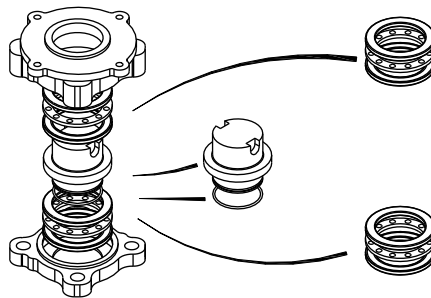
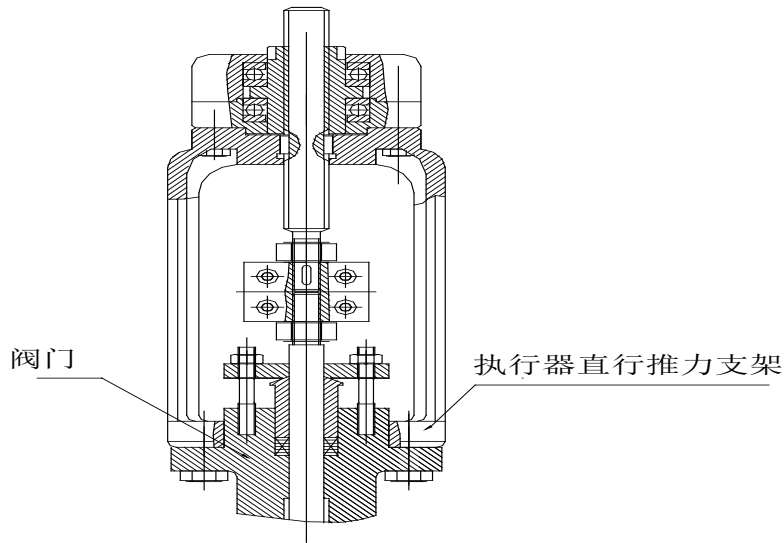

图 6-1 RQIII003~RQIII060、RQMIII03~RQMIII54 型执行机构与 A 型驱动套连接形式示意图
图 6-2 RQIII003~RQIII060、RQMIII03~RQMIII54 型执行机构丝杠与阀门连接形式示意图
RQIII 系列执行机构的基座有两种基本形式：**RQIII003~RQIII060** 采用分体式基座，**RQIII100~RQIII300** 采用一体式基座；RQMIII 系列全部采用分体式基座。两种基座与阀门的接口尺寸都采用 ISO5210 标准。执行机构与阀门的连接型式分为推力型和非推力型两种类型。推力型连接又分为 A 型连接、Z3 型连接和滚珠丝杠连接三种，非推力型分为 B、B1、B4 型连接三种。在 **RQIII003~RQIII060** 型号中，由于对推力型驱动部件的改进，已不再区分 A 型与 Z3 型，统称为 A 型，各种连接型式所用驱动套形状请见图 6-1、图 6-2、图 6-3。
1)将执行机构倒向一侧，卸下两个固定基座的螺钉，将带有轴承组件的驱动套卸下。取下驱动套二端的推力轴承（靠近驱动套中部凸肩的二个推力轴承环可以不取下）。(见图 6-1)